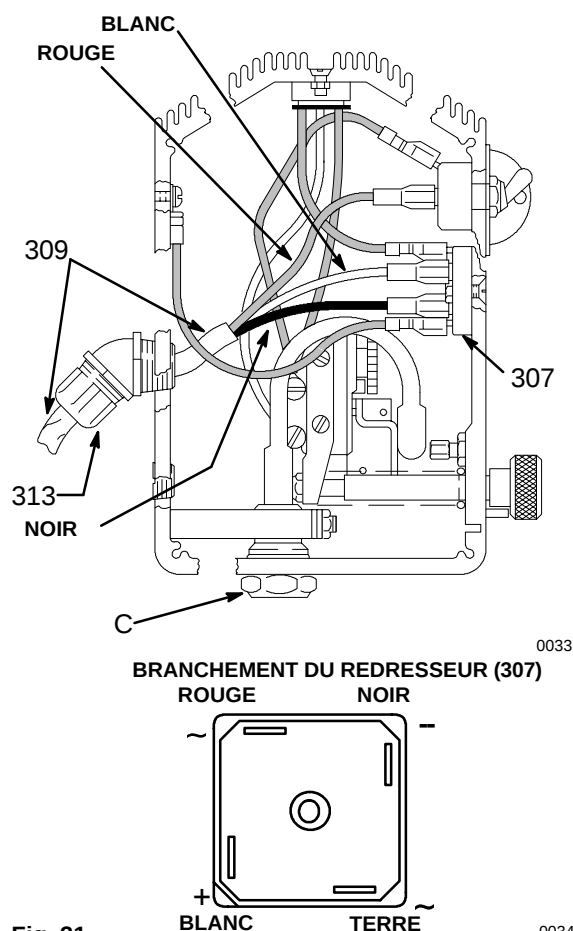

Fig. 31
4. Débrancher les fils rouge, noir et blanc du redresseur (307) qui se trouvent sous la même gaine que le conducteur (309). Dévisser le connecteur (313) de la commande de pression, en sortant avec lui les fils et le conducteur. Voir Fig. 31.
5. A l'aide d'une clé, maintenir la partie hexagonale des adaptateurs (C) tout en enlevant les raccords union tournants (108). Voir Fig. 31.